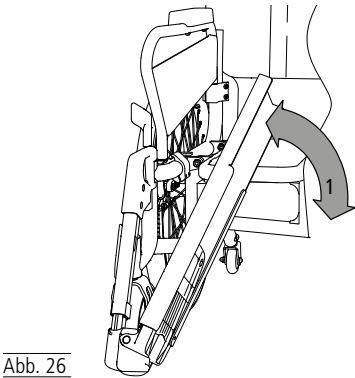

Abb. 26
1. Den genomgående fotplattan kan fällas upp och ned (1, bild 26) antingen i höger eller i vänster fotstöd (beroende på hur plattan har monterats).